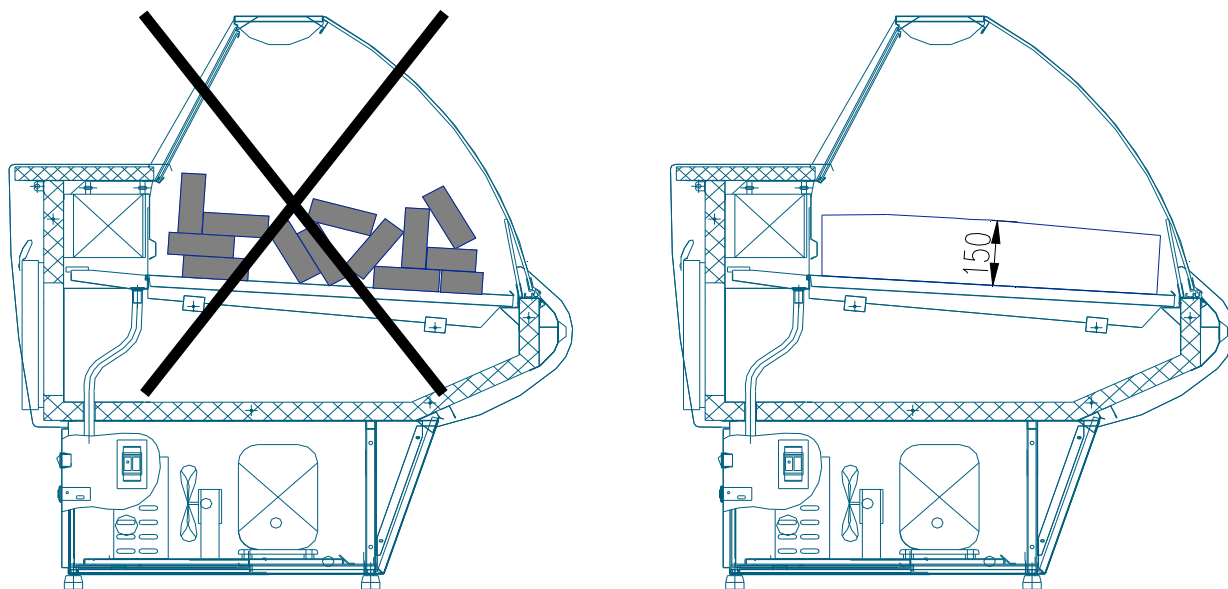

Рис. 2. Загрузка витрины продуктами
Высота максимальной загрузки продуктами полезного объема витрины составляет 150 мм (см. рис. 2), максимальная высота загрузки обозначена знаком:
- Продукты необходимо раскладывать в отведенное для них место, не превышая при этом уровня максимальной загрузки (рис. 2). В случае превышения уровня загрузки воздушная вентиляция будет недостаточной, и температура продуктов станет более высокой, кроме того, на испарителе может образоваться слой льда.
- При укладке продуктов **необходимо обеспечивать их равномерное распределение по всей площади экспозиционных полок** (рис. 2), что обеспечивает лучшие условия хранения продуктов и работы холодильной витрины, не превышая нормы загрузки, указанные в табл. 1.
- Проверить правильность расположения продуктов в витрине, согласно п. 3.5 и рис. 2.